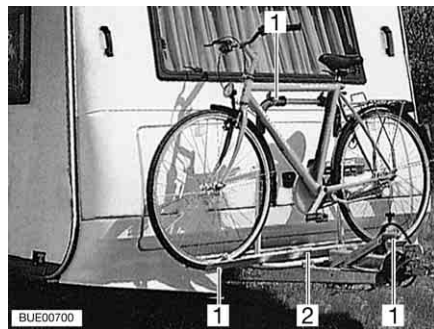

Fig. 13 Portabiciclette nella zona anteriore
- Sistemare le biciclette sul portabiciclette (Fig. 13,2) e legarle con la cinghia Quick (Fig. 13,1).